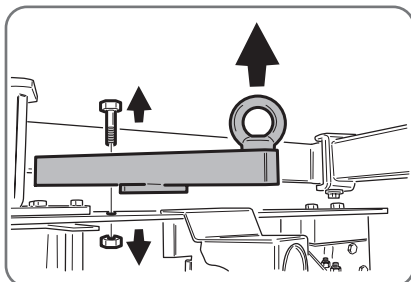

Fig. 3.3
- Togliere la staffa di sollevamento svitando le viti e le rondelle (Fig.3.3).